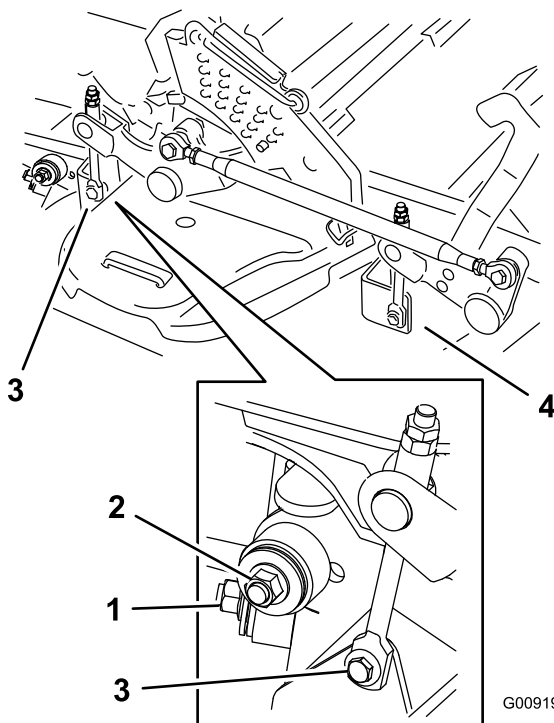

Figura 95
8. Retire y guarde los herrajes de ambos lados de la plataforma, según se muestra en Figura 95.